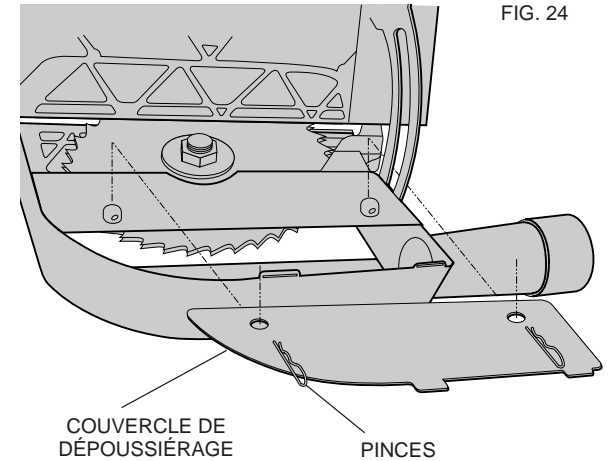

FIG. 24
- c) Ouvrir le couvercle de dépoussiérage (fig. 24) en retirant les deux pinces illustrées. Enlever la poussière accumulée et fixer de nouveau le couvercle à l'aide des pinces.